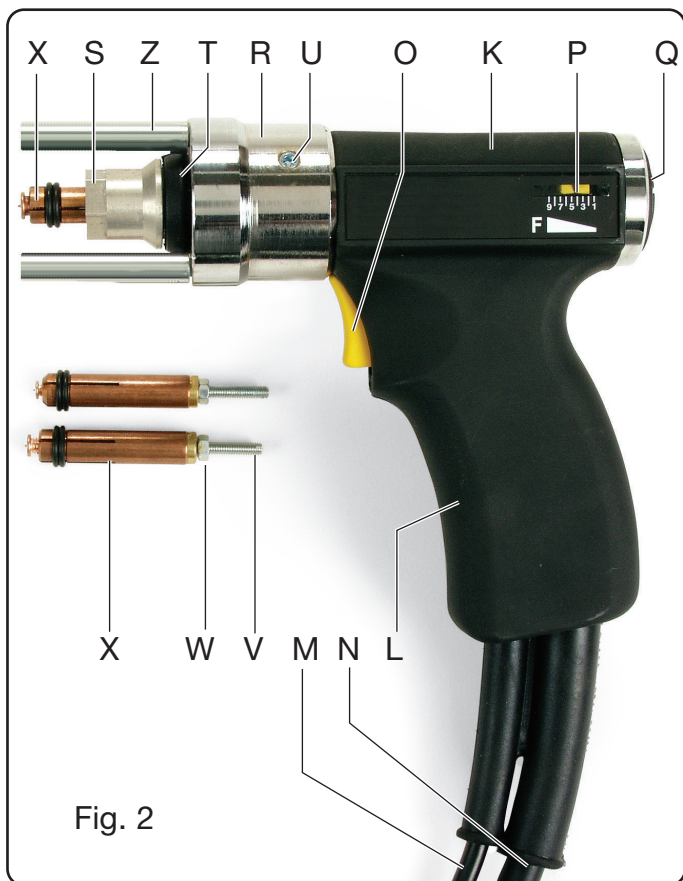

Fig. 2
Inserire la pinza **X** nel mandrino della pistola (fig. 2), premerla fino a sentirla appoggiare in fondo e bloccare il dado **S** con la chiave esagono 17 mm in dotazione.
- inserire il prigioniero scelto nella pinza **X** (preventivamente regolata come descritto in Fig. 2)